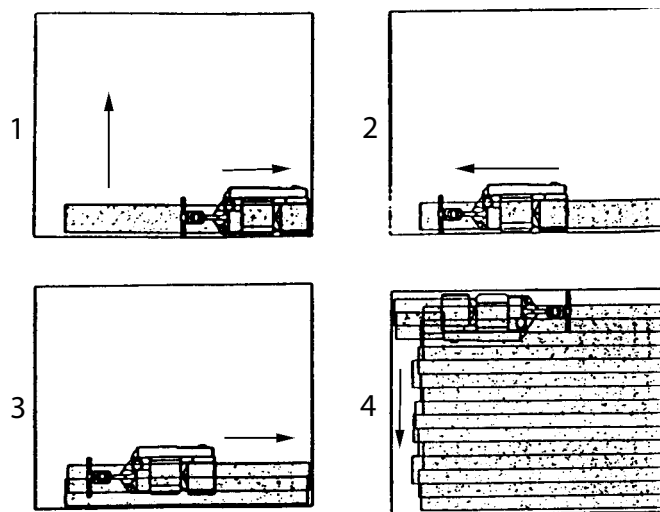

Abbildung 11
2. Arbeiten Sie von rechts nach links. Bei jedem Vorwärtsschritt bewegen Sie die Maschine 10 cm über den gerade zurückgelegten Schritt. Verfolgen Sie Ihren Rückwärtsschritt ohne Ueberlappen zurück. Siehe Abbildung 11.
6. Setzen Sie die Maschine gradweise am Endpunkt (Ende Ihres Arbeitsschrittes) ab, indem Sie die Schleifrommel mit dem Steuerhebel vorsichtig nach oben bewegen. Versetzen Sie die Endpunkte für einen besseren Uebergang beim Kantenbeschneiden. Siehe Abbildung 11.
7. Wenn Sie das Schleifmaterial ersetzen, den Inhalt des Staubbeutels ausleeren oder der Schleifvorgang abgeschlossen ist, stellen Sie den Auswahlschalter auf aus (O). Trennen Sie die Maschine von der Stromversorgung.